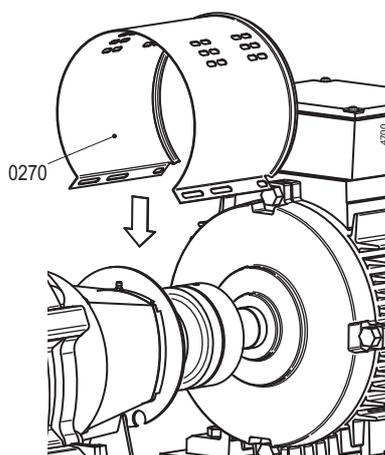

Figure 18: Installation de l'enveloppe côté moteur.
- 2 Enlever les deux chemises (0270). Voir figure 18.